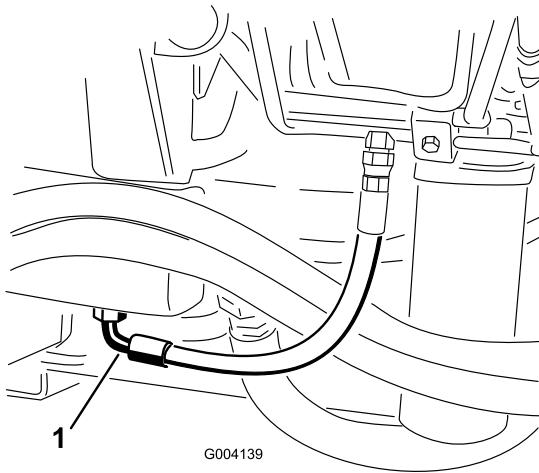

Figura 78
2. Collocate una bacinella di grandi dimensioni sotto il raccordo previsto sulla base del serbatoio del fluido idraulico (Figura 78).